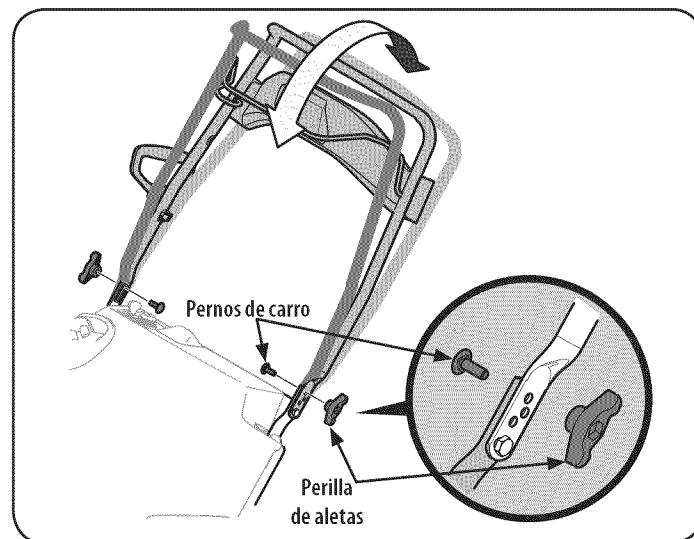

Figura 3
3. La manija se puede ajustar en tres posiciones diferentes. Ubique la manija en la posición deseada y luego instale las perillas de aletas y los pernos de carro en el orificio adecuado y sujete la manija. Vea la Figura 3.